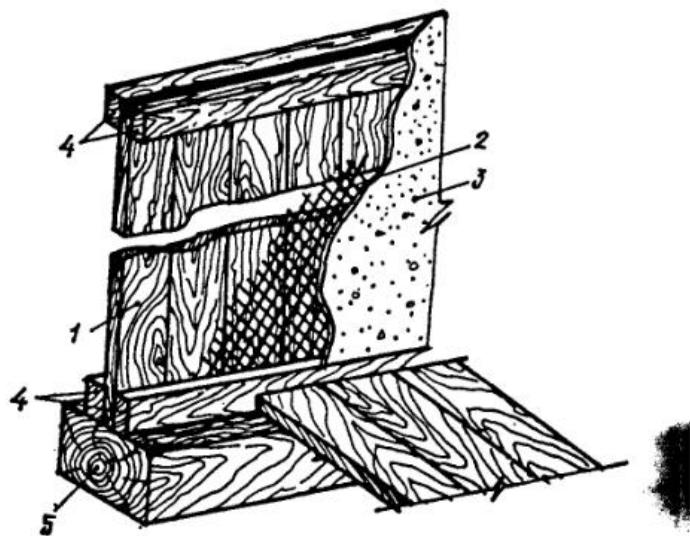

Рис. 5.16. Одинарная перегородка из досок: 1 — обрезная доска; 2 — дрань или металлическая сетка-рябца; 3 — штукатурка; 4 — бруски; 5 — балка.
**Одинарные дощатые перегородки** (рис. 5.16) выполняются из 40–50-миллиметровых строганных или нестроганных (под штукатурку) досок желательно с четвертью.